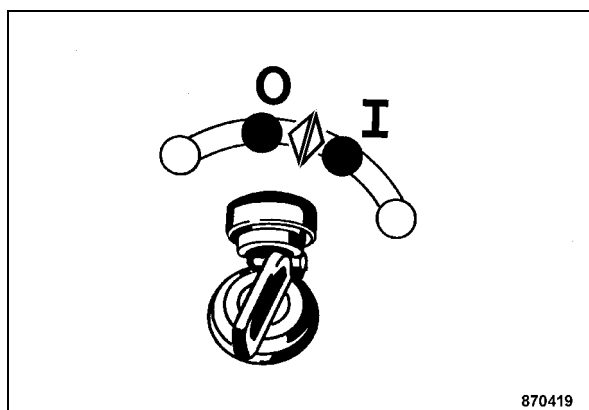

Fig. 78
- Desconectar el encendido y volver a conectarlo (Fig. 78).